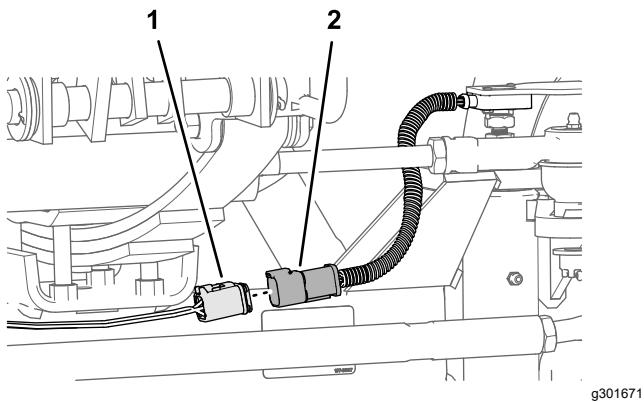

Figura 96
1. Ligue o conector de 6 pinos da cablagem do sensor do ângulo no conector de 6 tomadas da cablagem do kit identificado com WHEEL ANGLE SENSOR (Figura 96).